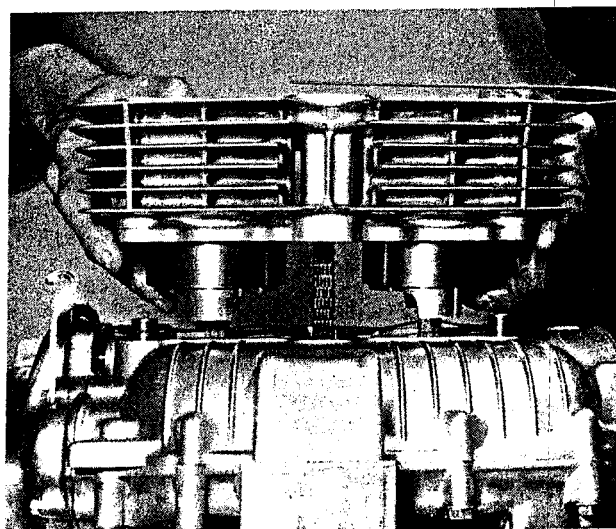

Bild 146
- Den Zylinderblock vorsichtig absenken, bis die Kolben in die Zylinderöffnungen eintreten. Die Kolben in den Zylinderachsen festhalten und mit dem Block die Kolbenringspannbänder nach unten schieben. Nach dem Einführen der Kolbenringe die Spannbänder abnehmen und die Lappen von den Kurbelgehäuseöffnungen entfernen. Den Zylinderblock auf die Zylinderfussdichtung aufsetzen (Bild 146).